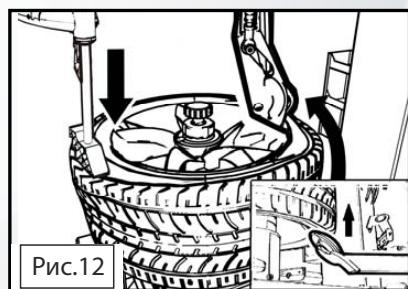

Рис.12
- Вставив монтажный крюк между бортом и ободом, поднимите борт шины, подняв джойстиком (3). Чтобы облегчить перемещение шины с жестким бортом, рекомендуется нажимать на шину в положении противоположном инструменту с помощью прижимной головки и диска верхнего отжимного ролика (см. Рис. 12).
- Поместите диск нижнего отжимного ролика в нижнюю часть шины и поднимите нижний борт так, чтобы он поднялся примерно на 10 мм за верхний край обода (см. Рис. 12).